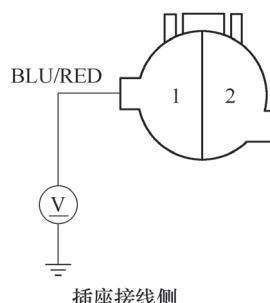

图 5-137 测量 A/C 压力开关 2P 插接器的 1 号端子和车身搭铁之间的电压
- 4 ) 如图 5-137 所示，测量 A/C 压力开关 2P 插接器的 1 号端子和车身搭铁之间的电压，检查电压是否为 5V 或更高。如果不是，转到步